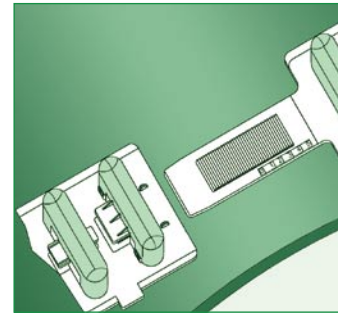

Fig. 4
4. Avvolgere la banda continua intorno al tubo ed inserire la linguetta nel modulo libero in coda (vedi Fig. 4).
Wrap the spacer around the carrier pipe and insert the spline of the last module, which form the spacer, in the first one (see Fig. 4).